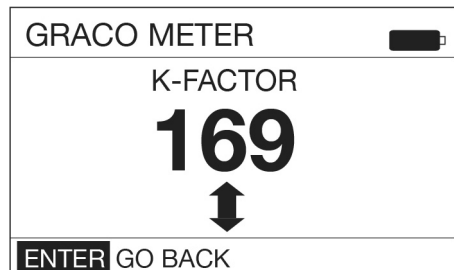

FIG. 30
10. Observe que aparezca el factor K actual. En el ejemplo mostrado en la FIG. 30, el valor del factor K es 169.